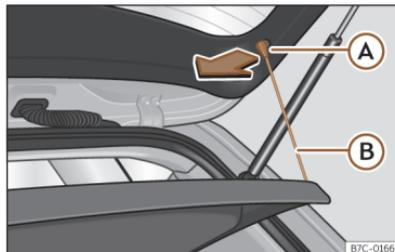

Fig. 173 En el maletero: desmontar y montar la bandeja.
- Desenganche los tirantes de sujeción >>> **fig. 173** (B) de los alojamientos (A).
- Enganche los tirantes de sujeción >>> **fig. 173** (B) en el portón trasero.